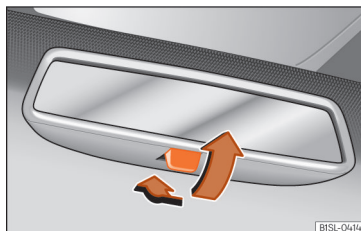

Abb. 123 Manuell abblendbarer Innenspiegel.
- Zum Abblenden des Rückspiegels, Hebel nach hinten ziehen » Abb. 123.